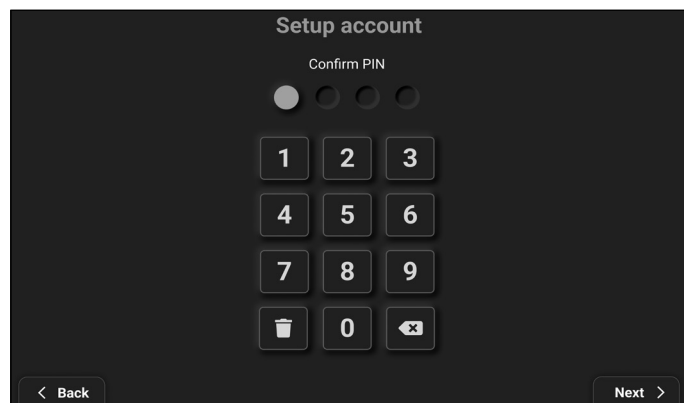

Figure 17
6. Confirmez votre nouveau code PIN (**Fig. 17**).